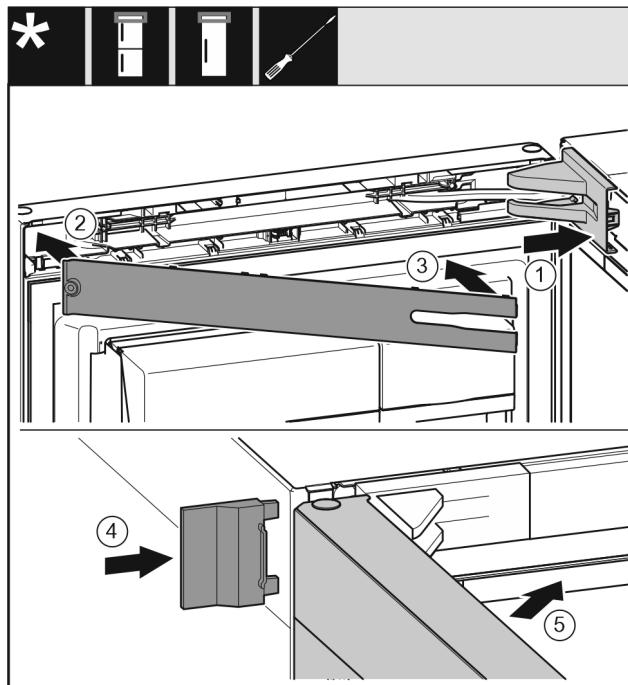

Fig. 26
- Lagerbockabdeckung Fig. 26 (1) aufsetzen und einrasten, ggf. vorsichtig auseinanderdrücken.
- Blende Fig. 26 (2) aufsetzen.
- Blende Fig. 26 (3) einschwenken und einrasten.
- Äußere Abdeckung Fig. 26 (4) aufschieben.
- Obere Tür Fig. 26 (5) schließen.